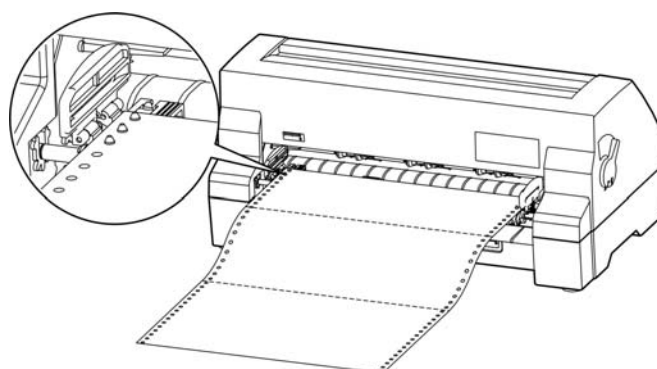

图 3-12 将连续纸安装在拖纸器链轮上
7. 打开拖纸器左右链轮的链轮盖，将纸装入拖纸齿形带上，连续纸的顶端对齐拖纸器的边沿（如图 3-12 所示）。